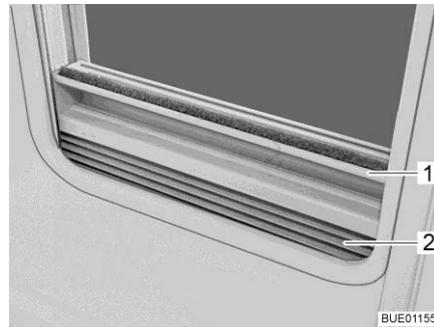

Fig. 35 Dispositif occultant plissé
- Saisir le dispositif occultant plissé (Fig. 35,2) par le centre de la barre-poignée (Fig. 35,1), le tirer du bas vers le haut et le relâcher à la hauteur voulue. Le dispositif occultant plissé reste alors à cette hauteur.